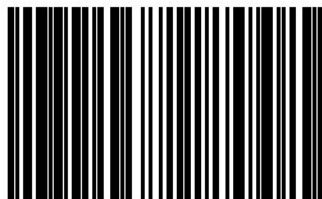

Fig. 4
5. Connecter le fil : Attacher le fil de connexion au corps principal du contrôleur câblé comme indiqué sur la Fig. 4.